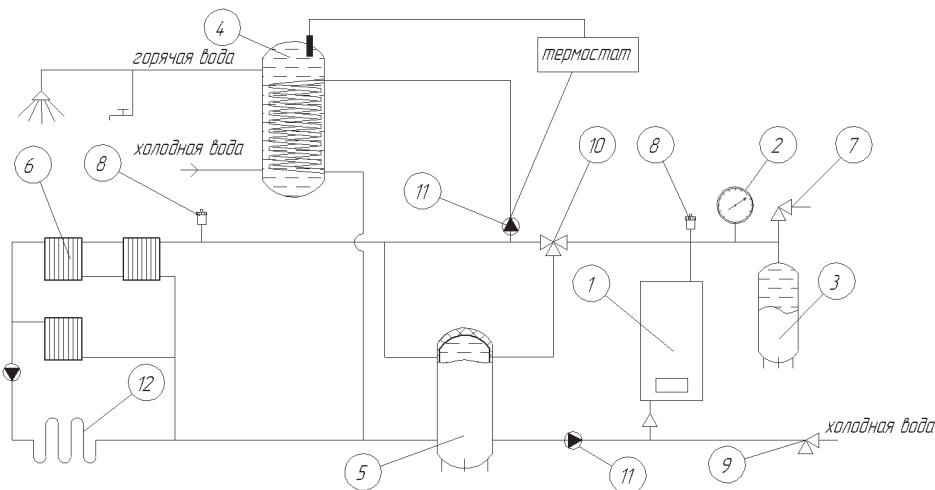

Рисунок 5. Возможная схема системы отопления и ГВС.
6.1.7 Система отопления должна быть спроектирована и смонтирована так, чтобы обеспечить удобство в монтаже и обслуживании прибора и позволять полное осушение системы для проведения ремонтных и монтажных работ. После монтажа тщательно промойте систему водой. Затем произведите полный дренаж системы, чтобы удалить все загрязнения, которые могли в ней остаться. Возможная система отопления изображена на рис. 5.
6.1.8 Система отопления в обязательном порядке должна содержать компенсатор объёмного расширения (3) рис.5. Если в качестве теплоносителя использована вода, то суммарный объём экспанзоматов должен составлять не менее 10% от общего её объёма в системе. При использовании незамерзающего теплоносителя объём компенсатора объёмного расширения рассчитывается в соответствии с эксплуатационными документами на теплоноситель.
6.1.9 В системе должен быть установлен предохранительный клапан (7) рис. 5, рассчитанный на давление 0,3 МПа. Устанавливать запорно-регулирующую арматуру между теплообменной ёмкостью и предохранительным клапаном запрещается!
6.1.10 В верхних точках поднимающихся от выходного патрубка прибора участков трубопровода системы, а также над другими возможными участками системы должен быть установлен автоматический воздухоотводчик (8) рис. 5. Он необходим для удаления газов из системы и исключает возможность работы ТЭНов при отсутствии теплоносителя в теплообменной ёмкости.